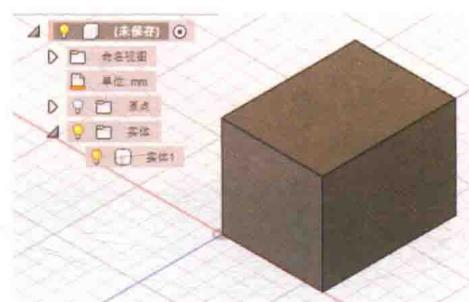

图1-7 浏览器
5. 浏览器 列出设计对象。使用浏览器可更改和控制对象的可见性，随着设计零件的增加，可以将浏览器作为大纲进行文件管理。在Fusion 360浏览器中，单击模型名称可以选择模型，单击【实体】旁边的 可隐藏三维模型，再次单击 可显示所选三维模型，如图1-7所示。